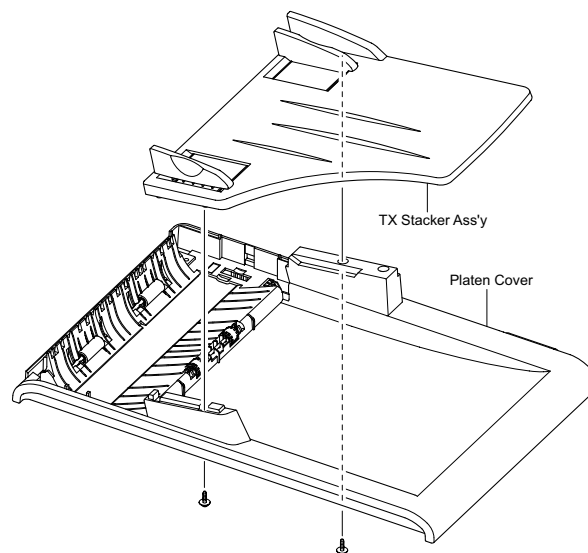

Рисунок 4
5. Если требуется, выкрутите два винта, крепящие узел укладчика TX, рисунок 4.